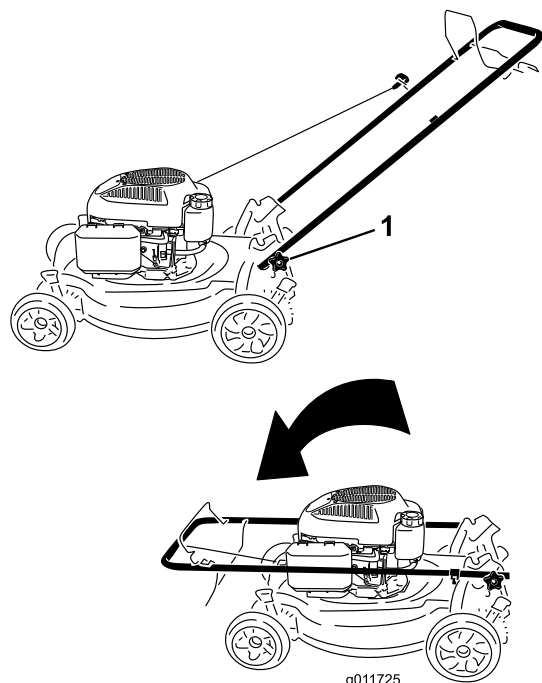

Figure 27
1. Desserrez les boutons du guidon jusqu'à ce que le guidon bouge librement (Figure 27).
1. Bouton du guidon (2)
2. Pliez le guidon en avant comme indiqué à la (Figure 27).